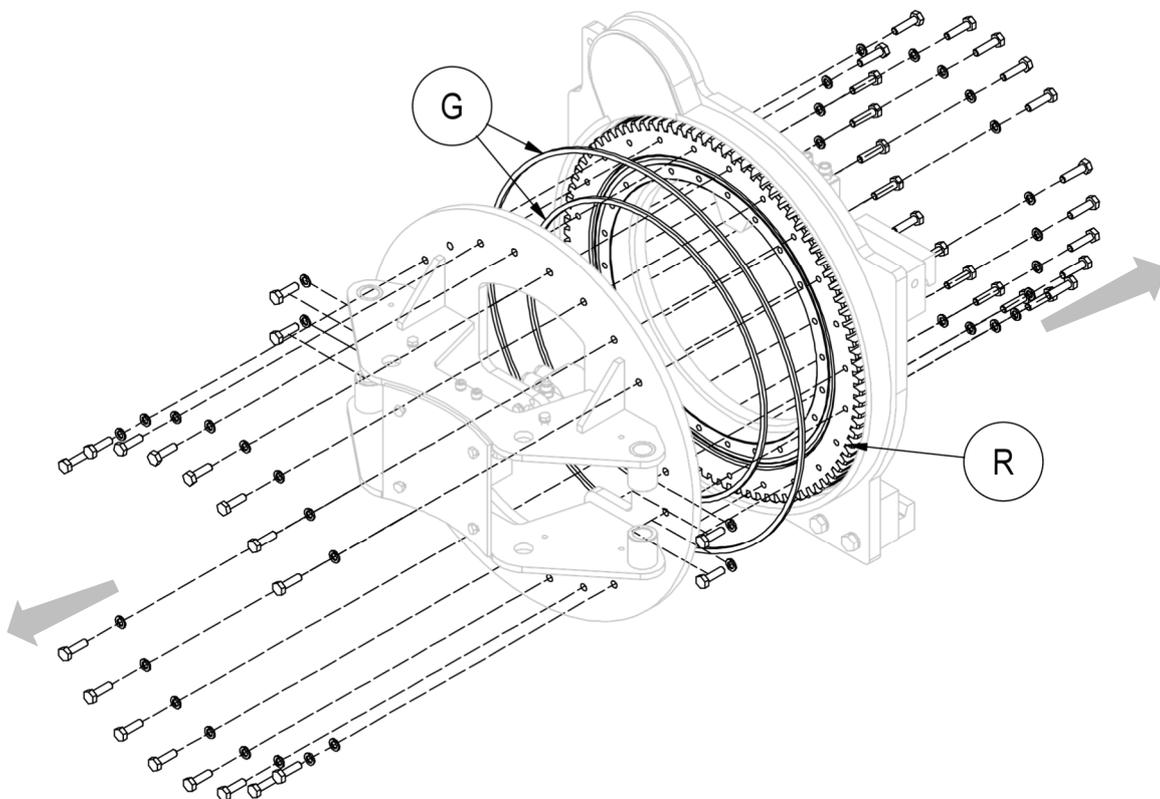

Abbildung 26
5. Entfernen Sie den vorderen Teil des Drehkörpers und achten Sie dabei darauf, alle Teile richtig zu halten, um den Vorgang sicher durchführen zu können (siehe *Abbildung 26*).
6. Um die Anlaufscheibe **R** entfernen zu können, müssen auch die Schrauben an der Geräterückseite entfernt werden (siehe *Abbildung 26*).